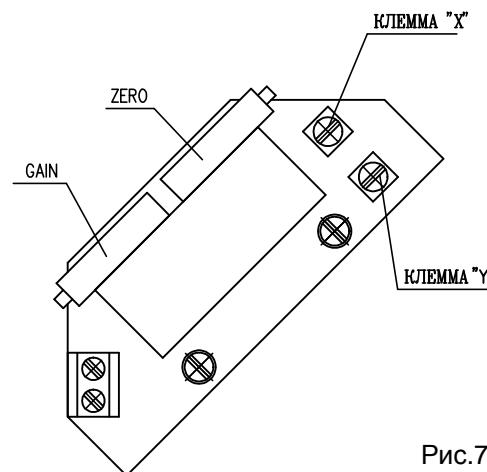

Рис.7
3.4.1 EPV - 2-проводниковое включение (рис.7)
- Установите датчик сопротивления на основании инструкций в предыдущей главе так, что величину сопротивления измеряйте на клеммах X-Y (рис.7). (употреблен датчик с сопротивлением 100W)
- Поворачиванием устанавливающего триммера ZERO (рис.7) установите величину выходного сигнала тока, измеряемого на клеммах 81-82, на величину 4 mA.
- Поворачиванием устанавливающего триммера GAIN (рис.7) установите величину выходного сигнала тока, измеряемого на клеммах 81-82, на величину 20 mA.